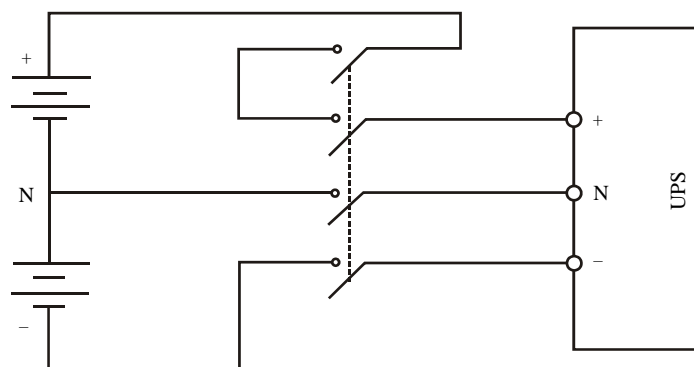

图6-4 电池、电池开关和 UPS 的接线图（电池端三线连接，36 节~40 节电池）
2. 当外置电池配置成中间抽头形式配线时（即从电池端引出 3 根线），推荐使用一个 4P 塑壳直流断路器，断路器直流额定电压要满足单极 250Vdc、两极 500Vdc、三极 750Vdc，额定极限短路分断容量为 35kA。电池节数为 36 节~40 节，电池、电池开关和 UPS 之间的连接图可参照图 6-4。